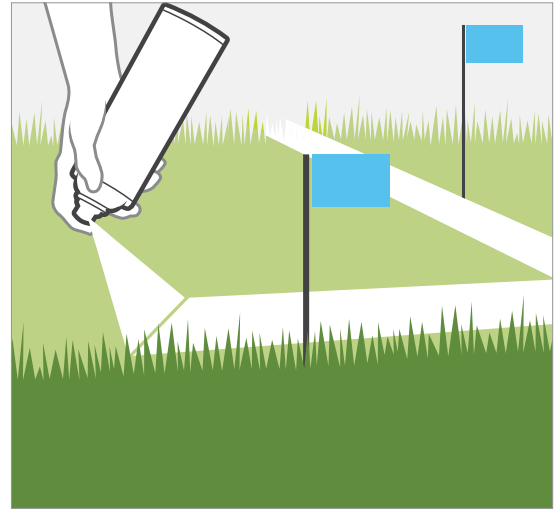

Figura 1
1. Com um spray de tinta para marcação e pequenas bandeiras, indique as linhas de tubulação do P.D.C. para os locais do coletor de válvulas. Marque a disposição do sistema de irrigação *Figura 1*.